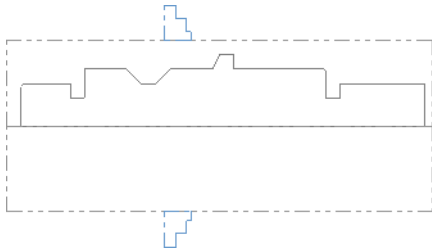

图 19.3 预览夹爪形状和位置
Step5. 设置夹爪的尺寸。在 **使用定义位置** 区域的 **直径:** 文本框中输入 240.0，在 **Z:** 文本框中输入 240.0；单击  按钮查看夹爪，结果如图 19.3 所示。按 Enter 键，然后在“机床组件管理 - 夹爪的设置”对话框中单击  按钮，系统返回至“机器群组属性”对话框。